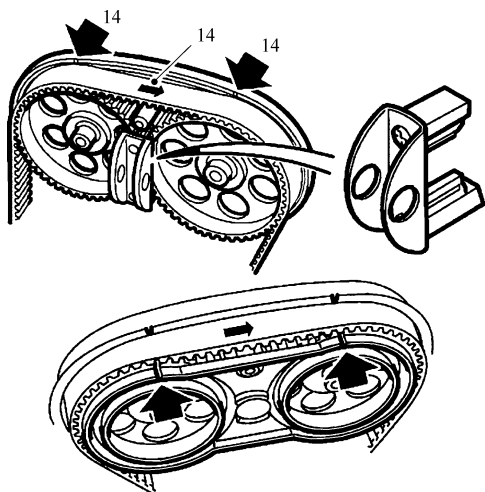

图 7-42 步骤 14) 操作示意图
14) 降下车辆。确保凸轮轴链轮上的正时部件与正时盖上的标记对齐。确保曲轴上的正时标记对齐。安装凸轮轴链轮锁止工具和曲轴锁止工具, 如图 7-42 所示。